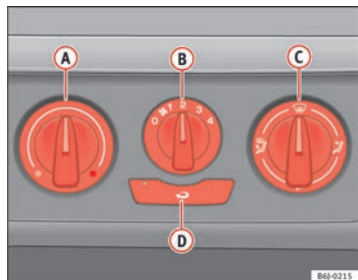

Abb. 86 In der Instrumententafel: Bedienelemente der Heizung
- Mit den Reglern **A** und **C** und dem Schalter **B** ⇒ Abb. 86 stellen Sie die Temperatur, die Luftverteilung und die Gebläsestufen ein.